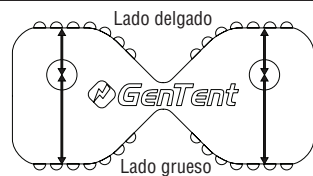
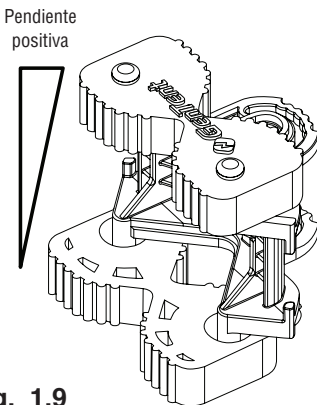

Fig. 1.4
Fig. 1.9
Los Gator Grommets™ (Fig. 1.4) se presionan sobre los pasadores del Angle Brace para crear un montaje de esquina. Los ojales permiten que el conjunto agarre la caja del generador sin estropear la superficie. Cada Gator Grommet™ tiene dos (2) grores que permiten un ajuste óptimo en varias formas de caja.
- e. Si tiene un caso que es recto hacia arriba y hacia abajo (caso vertical); instale ambos Gator Grommets™ de manera que el lado “delgado” (Fig. 1.4) quede hacia la caja del generador. (Figura 1.8)
- f. Si tiene un caso que se inclina hacia adentro en la base (pendiente positiva); instale el Gator Grommet™ superior con el lado “delgado” (Fig. 1.4) y el Gator Grommet™ inferior con el lado “grosso” (Fig. 1.4) hacia la caja (Fig. 1.9)
- g. Si tiene una caja que se inclina hacia fuera en la base (pendiente negativa); instale el Gator Grommet™ superior con el lado “grosso” (Fig. 1.4) y el Gator Grommet™ inferior con el lado “delgado” (Fig. 1.4) hacia la caja. (Figura 1.10)